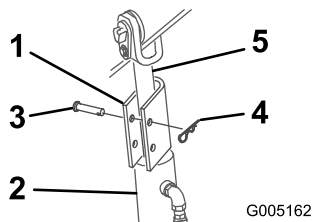

Figura 17
4. Coloque un bloqueo de cilindro sobre la varilla de cada cilindro de elevación (Figura 17).
5. Fije cada bloqueo de cilindro con un pasador y una chaveta (Figura 17).